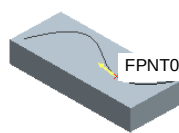

图 3.3.13 切换方向 2
- 单击操控板中的按钮，可切换箭头的方向，如图 3.3.13 所示，这是本例所要的方向。